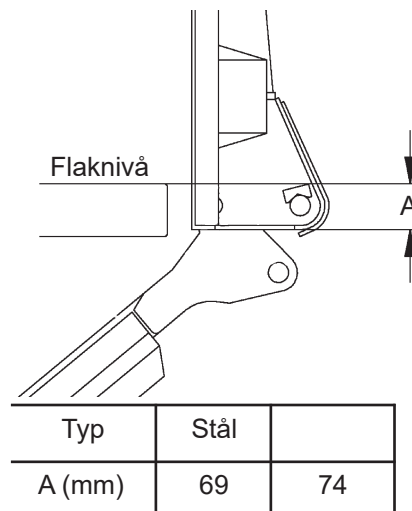

Bild 24. Bryggans underhäng (A), varierar mellan olika bryggtyper
Bryggans underhäng (A), varierar mellan olika bryggtyper, vilket bör beaktas vid montering av överkanttätning. Se Bild 24.